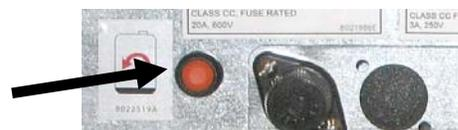

Figure 6
- 7 Appuyer et maintenir enfoncé la touche orange de réinitialisation du JIB pendant **dix (10) secondes** pour réinitialiser le système d'appoint (voir Figure 6).